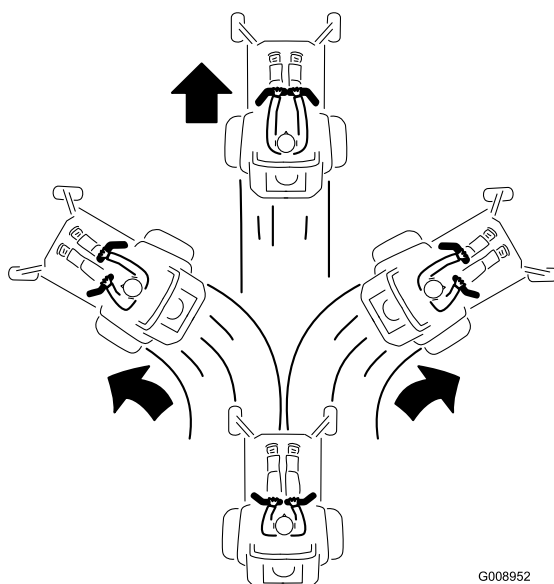

Figure 21
3. Pour vous déplacer en marche avant, poussez doucement les leviers de commande de déplacement vers l'avant (Figure 21).